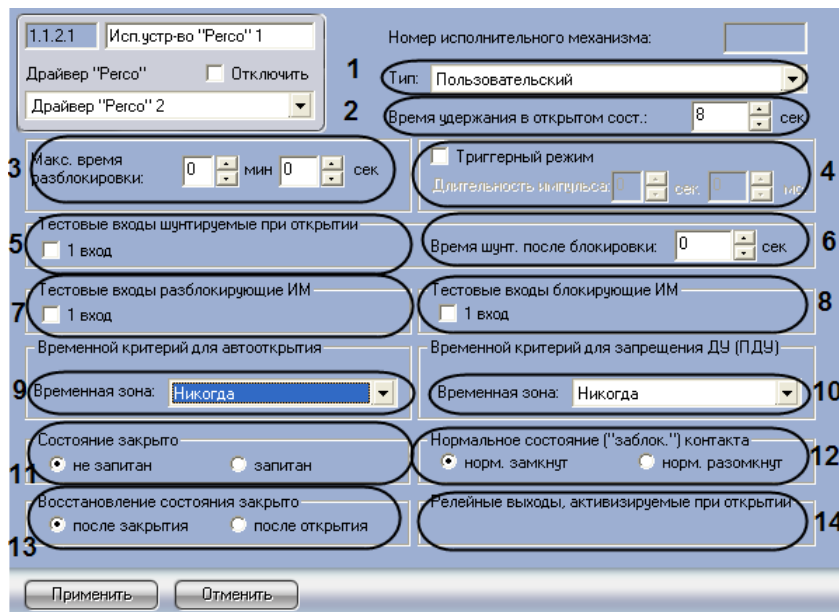

Рис. 3.9—2. Настройка исполнительного устройства Perco
2. Из раскрывающегося списка **Тип** выбрать тип исполнительного механизма (см. Рис. 3.9—2, 1).
3. Указать время, в течение которого исполнительный механизм должен находиться в открытом состоянии после его разблокировки, в поле **Время удержания в открытом состоянии** с помощью кнопок **вверх-вниз** (см. Рис. 3.9—2, 2). По истечении указанного времени механизм будет автоматически закрыт. Диапазон допустимых значений – от 0 до 124 сек.